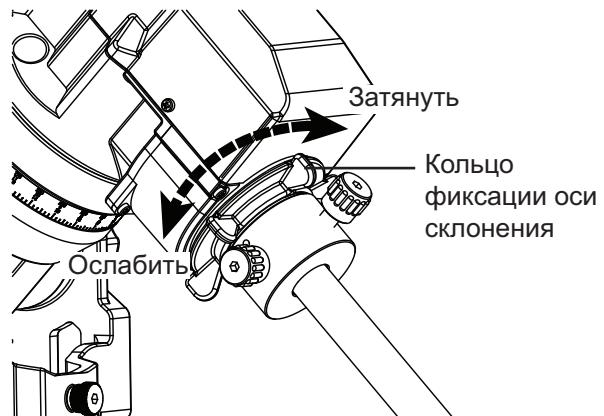

Рис. 2.1b
- Для вращения телескопа по оси склонения ослабьте фиксатор оси склонения (рис. 2.1b).